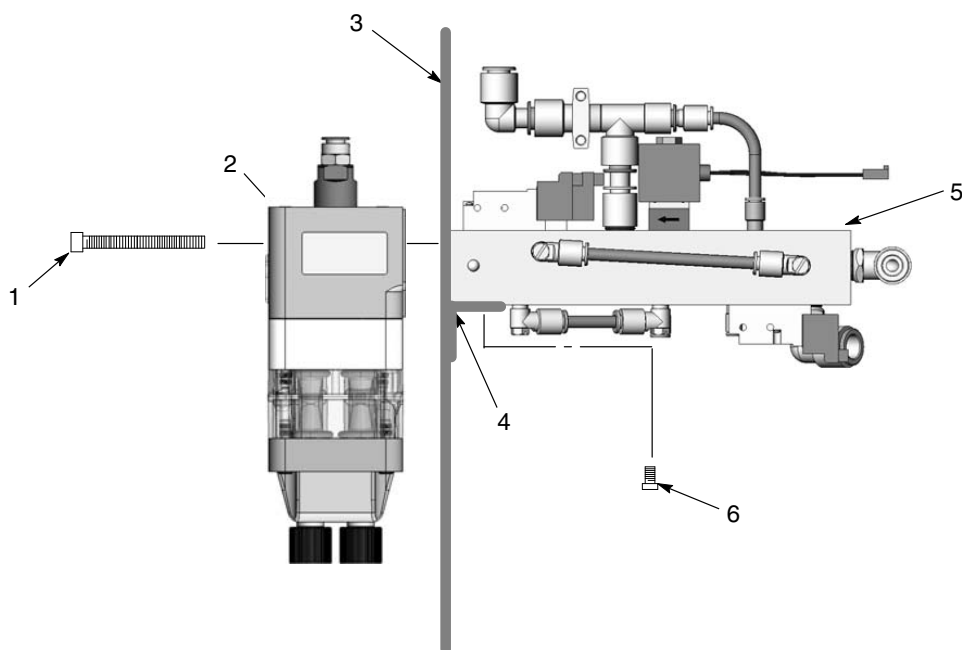

Bild 4-1 Installation av pump och fördelare
1. Se bild 4-1. Kontrollera att packningarna på pumpen (2) och fördelaren (5) inte är skadade. Om packningarna är skadade, byt ut dem.
2. Placera fördelaren på rätt fästvinkel (4) mot pumppanelens vägg (3). Fäst fördelaren med fästbultarna (6), men drag inte åt skruvarna.
3. Fäst pumpen på pumppanelen och fördelaren med hjälp av pumpens fästsruvar (1). Drag åt pumpens fästsruvar ordentligt.